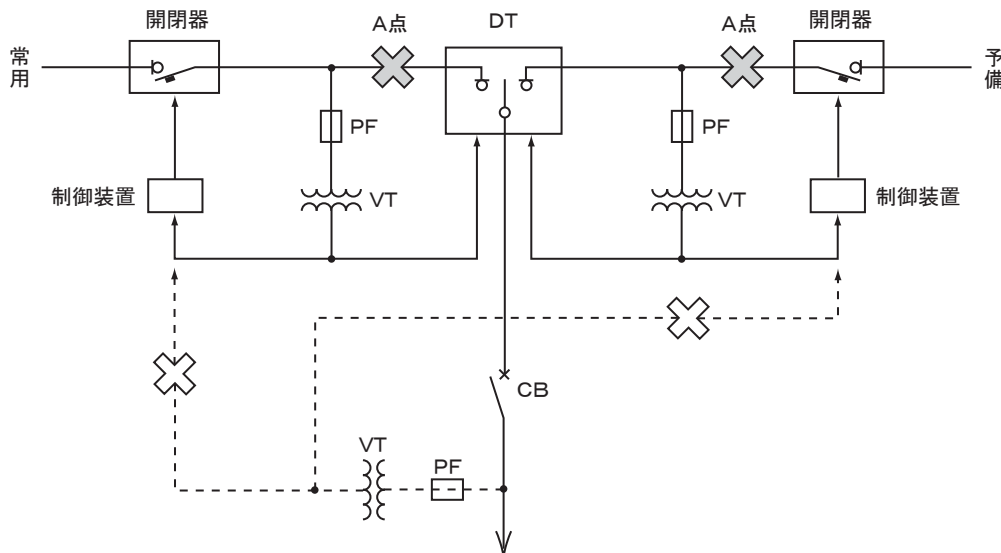

図10 制御電源のとり方（2回線引込みの場合）
- ⑦ 2回線引込みで両回線ともに常時供給されている場合、制御電源は必ず図10のようにとってください。もし切換開閉器（DT）の負荷側からとりますと、CBが開放状態のときA点も含み、CBの電源側で地絡または短絡事故が発生しても開閉器は開放せず波及事故となります。